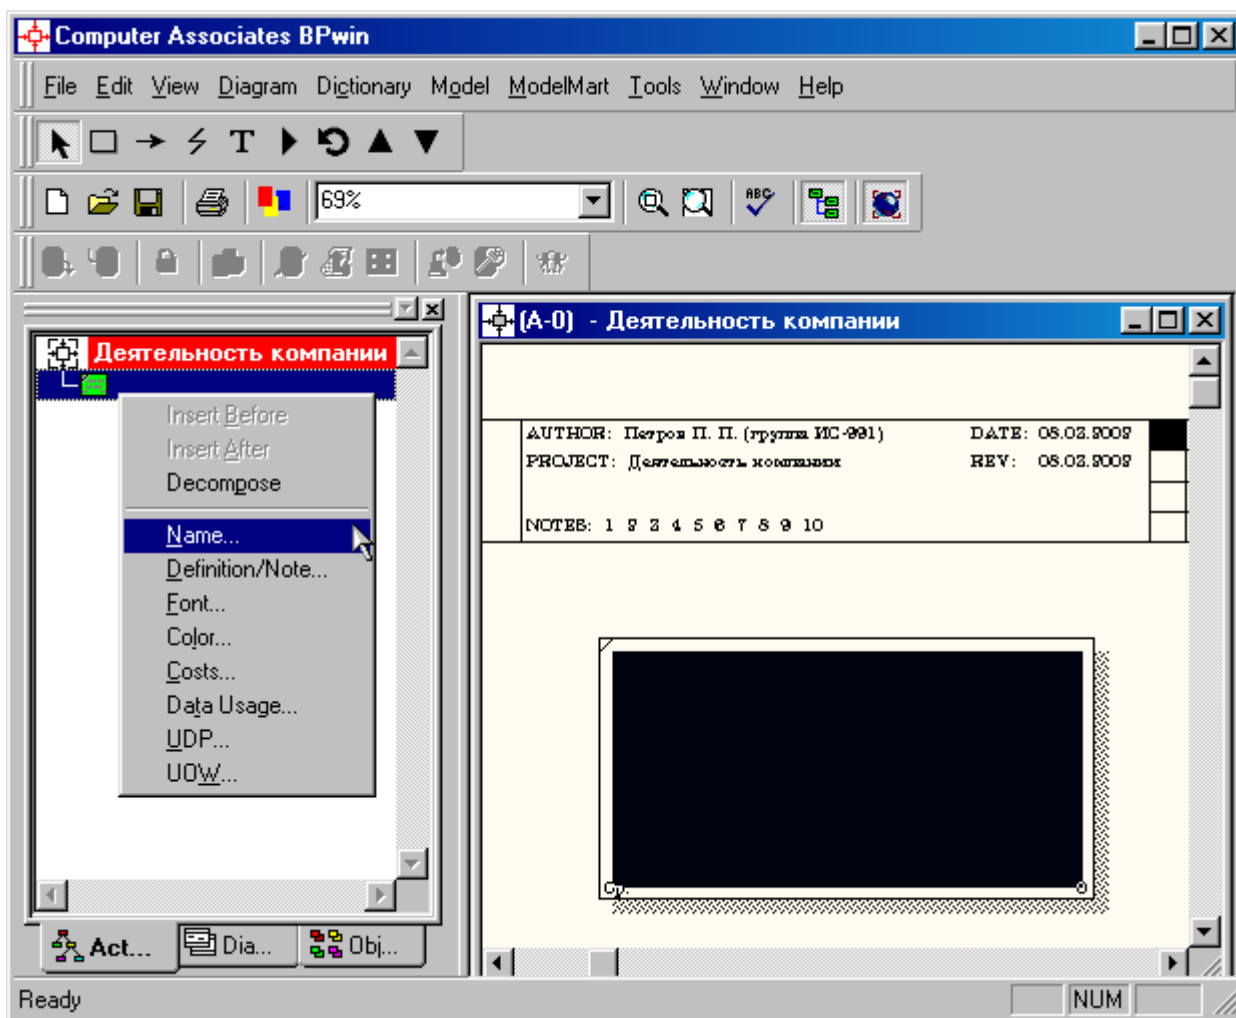

Рисунок 1.7 – Контекстное меню
6. Обратите внимание на кнопку  на панели инструментов. Эта кнопка включает и выключает инструмент просмотра и навигации – **Model Explorer** (Браузер модели). **Model Explorer** имеет три вкладки – **Activities** () , **Diagrams** () и **Objects** (). Во вкладке **Activities** щелчок правой кнопкой по объекту в браузере модели позволяет выбрать опции редактирования его свойств (рисунок 1.7).